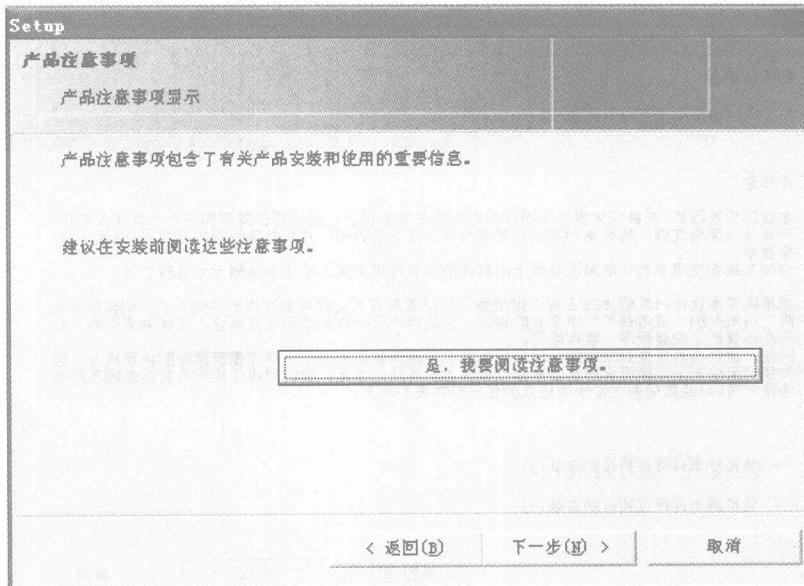

图 2-2 安装 WinCC flexible 2—提示阅读注意事项
② 提示阅读注意事项(如图 2-2 所示)。用户阅读完注意事项后,单击“下一步”按钮,进入下一个安装页面。